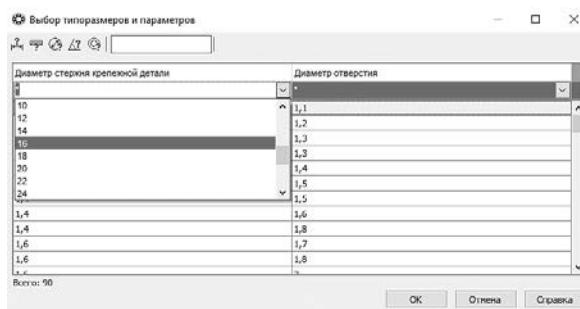

Рис. 72. Выбор типоразмера отверстия
6.14 В окне Выбор типоразмера и параметров откройте список Диаметр стержня крепежной детали и укажите b (рис. 72).